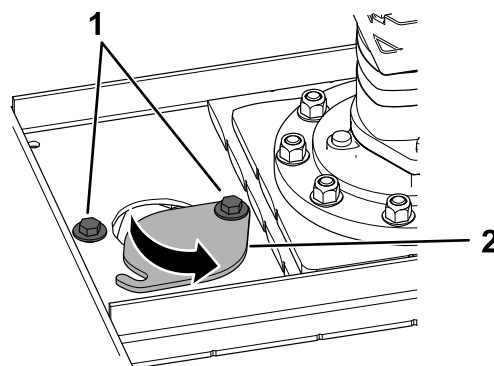

Figure 9
1. Desserrez les 2 boulons qui fixent le couvercle d'accès aux lames et écartez le couvercle (Figure 9).
5. Refermez le couvercle d'accès et serrez les boulons (Figure 9).